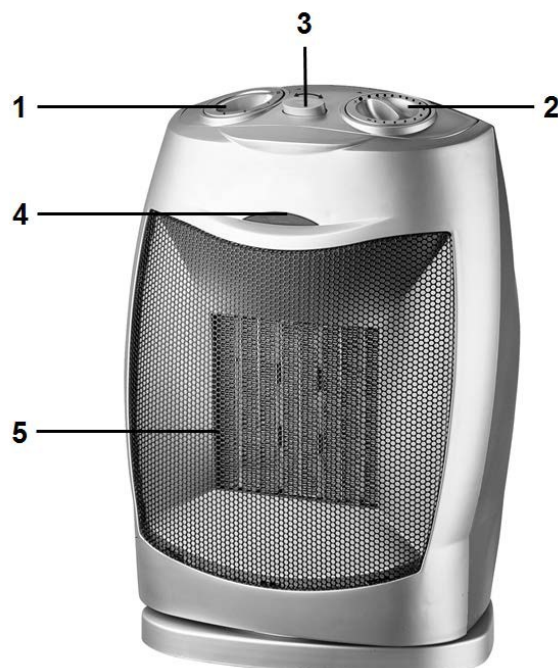

Abb. 1
PRODUKTÜBERSICHT (Abb.1)
6. Stromkabel mit Stecker (nicht in Abb. 1 dargestellt)